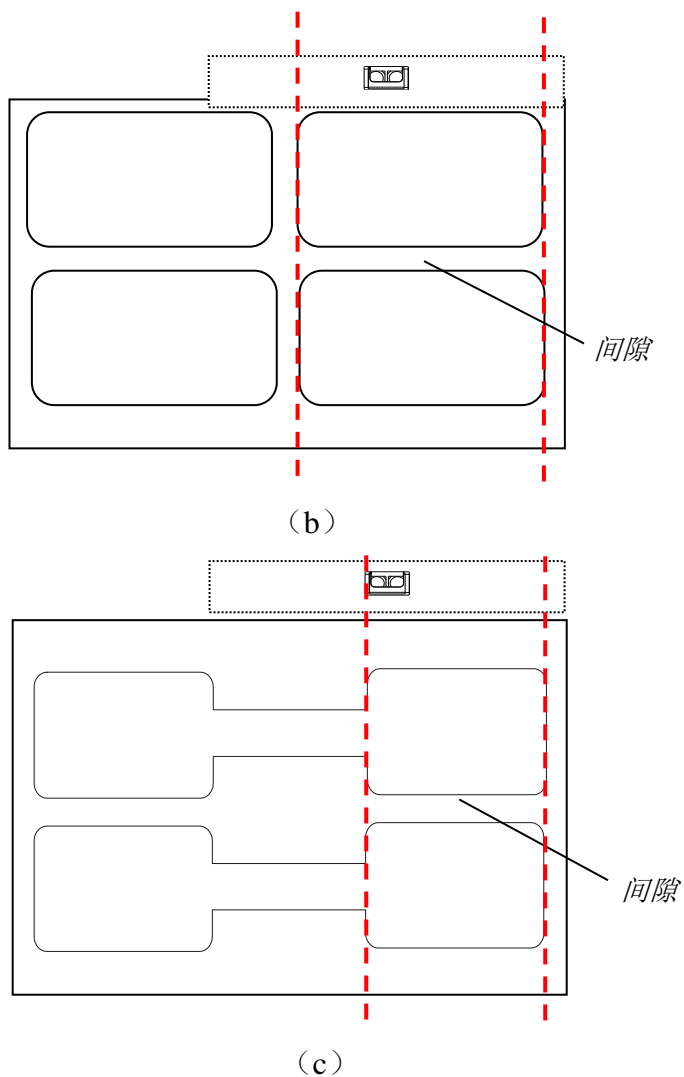

图 2-15
- 选择反射式纸张探测方式时，需根据不同标签纸确定纸张探测器的位置，请参考图 2-15 (a) (b) (c)，将纸张探测器移动到红色虚线范围内的任意位置即可。